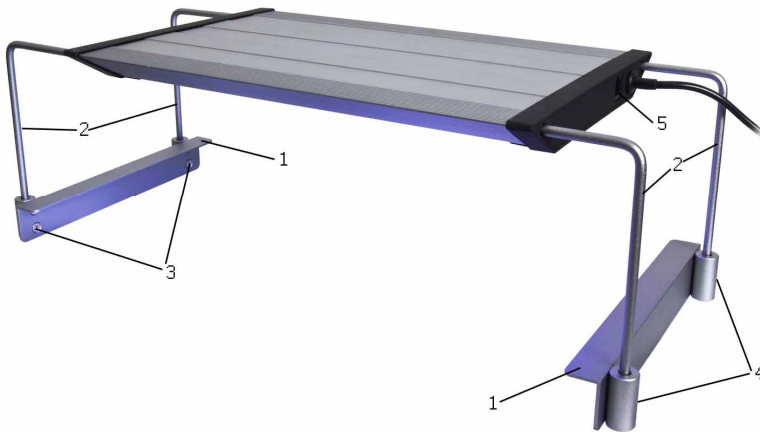

Abb. 2: aquarius mit Aquarienbefestigung
- Aquarienbefestigung (siehe Abb. 2)
Die Haltewinkel (Abb. 2, Nr. 2) werden in die Führungsschienen der aquarius geschoben. Danach stellt man die gewünschte Höhe mit Hilfe der Inbusschrauben in den seitlichen Führungen (Abb. 2, Nr. 4) der Halteprofile ein. Ein Inbusschlüssel zum Feststellen ist im Lieferumfang enthalten. Die Profile (Abb. 2, Nr. 1) werden auf die Seitenscheiben des Aquariums gesetzt. Den erforderlichen Abstand erreicht man durch Verschieben der Haltewinkel in den Führungsschienen der aquarius.
Die **aquarius** kann an jede Schukosteckdose, zur Automatisierung auch an eine Schaltuhr angeschlossen werden. In dem Fall werden alle LEDs gleichzeitig an- oder ausgeschaltet. Eine getrennte Ansteuerung der sechs Kanäle ist mit Hilfe des Steuergerätes **aquarius control (Art.-Nr. 87700)** möglich. **Dieses wird an die Steuerbuchse (Abb. 2, Nr. 5) der aquarius angeschlossen.** Mit Hilfe des als Zubehör erhältlichen Y-Kabels (Art.-Nr. 87701) können mehrere aquarius mit nur einem Steuergerät betrieben werden.